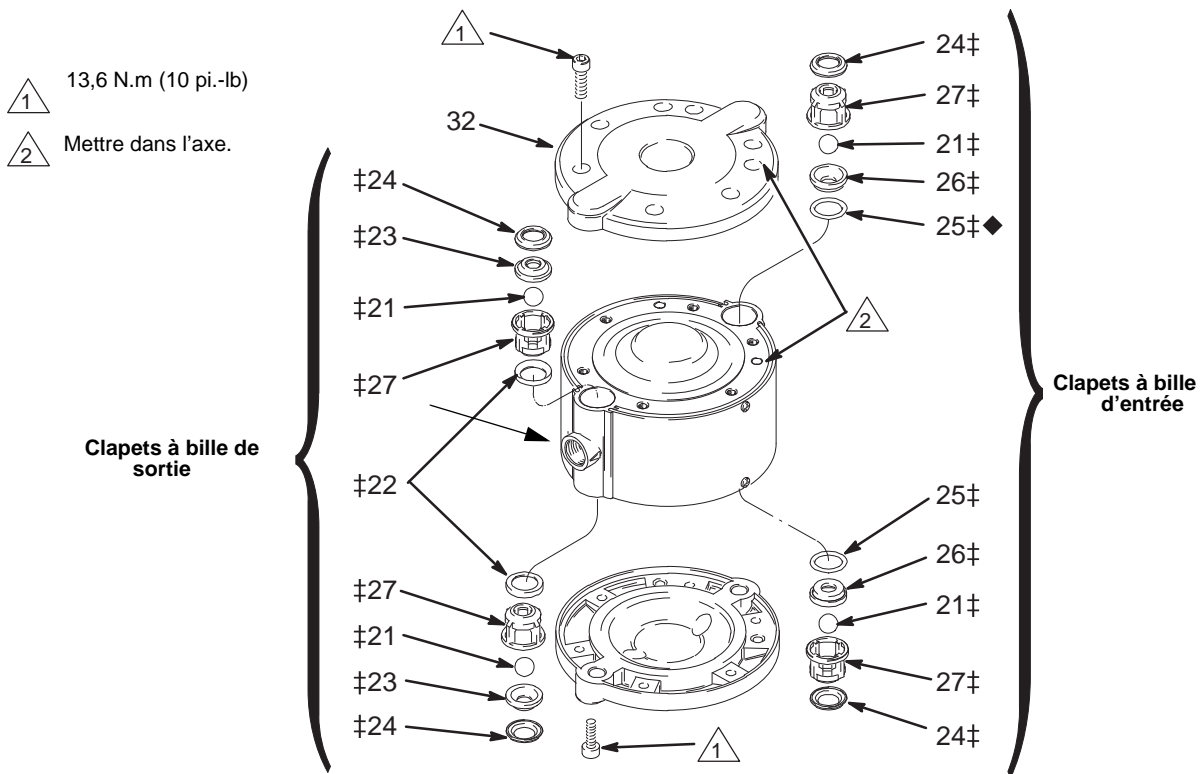

FIG. 4
Consultez la FIG. 4.
1. Remonter les clapets d'entrée et de sortie d'un côté de la pompe. Les clapets d'entrée et de sortie sont montés différemment. Montez les éléments exactement comme indiqué à la FIG. 4.
2. Monter un capot (32) sans serrer pour empêcher les clapets de tomber. See page 14.